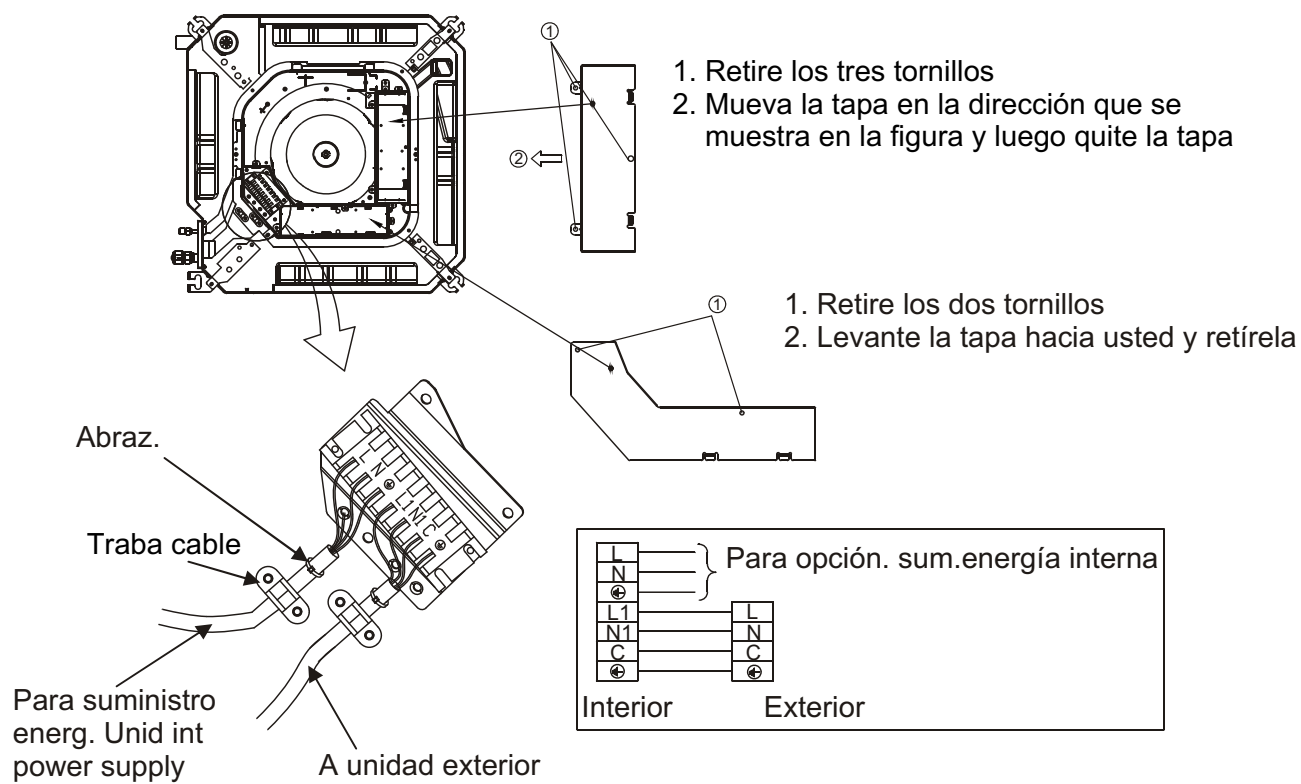

Fig.16
3. Conecte los extremos de los cables a los terminales de las unidades interior y exterior, como se muestra en Fig. 16.